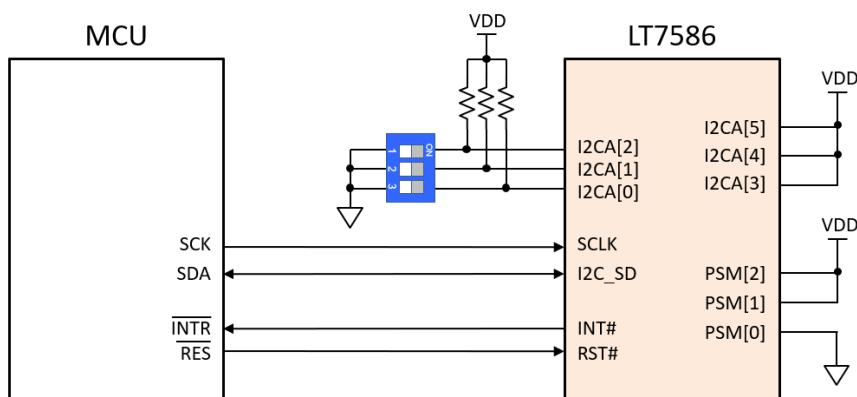

图 5-12: MCU I2C 串联接口电路图 (不支持连读模式)
- 单读模式下（引脚 PSM=110b，如图 5-12），如果 I2C STSR/DATR 送出的 Data 不论收到何种响应都只有一笔资料，如需下一笔资料须再重下读取命令。